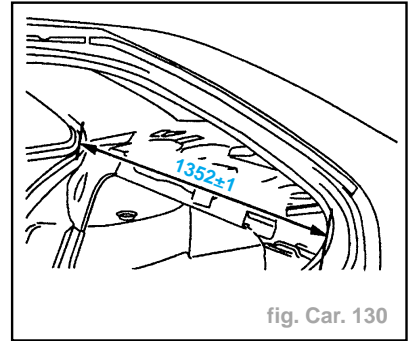

fig. Car. 130
- Contrôler la distance (fig. Car. 130).